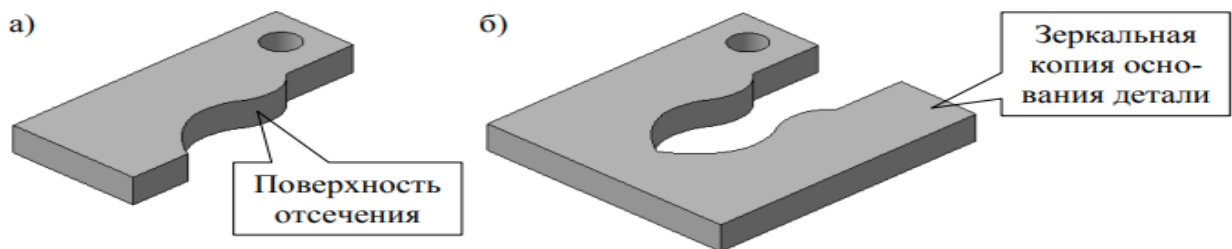

Рис. 12
39. Каким образом в системе КОМПАС-3D должна быть построена поверхность отсечения трехмерной модели детали (см. рис. 12, а), чтобы, в результате использования операции Зеркальный массив, стало возможным создание копии основания этой детали относительно плоской грани поверхности отсечения (см. рис. 12, б)?